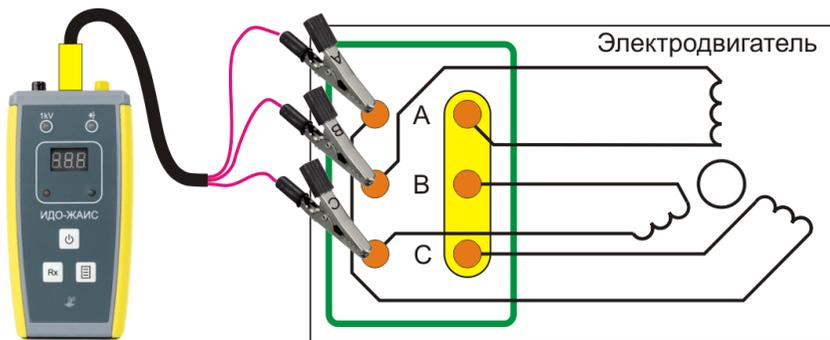
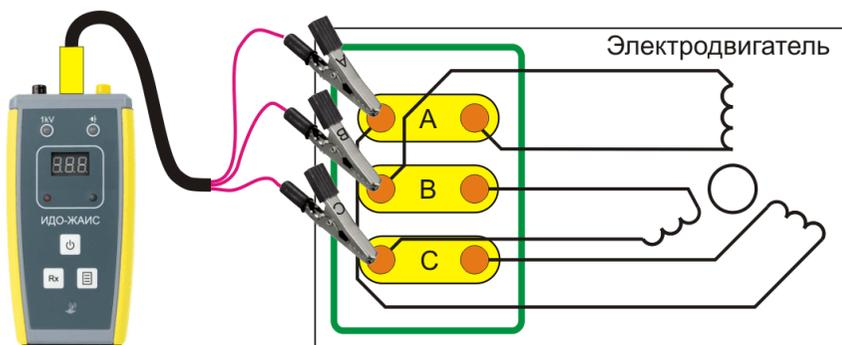

Рис.6
Рис.7
8.3.1.3 Подключить соединительный кабель с помощью зажимов «А», «В» и «С» к выводам трехфазной обмотки машины. При этом фазы должны быть соединены согласно схеме соединений для данной машины (в звезду-Рис.6 или в треугольник – Рис.7).